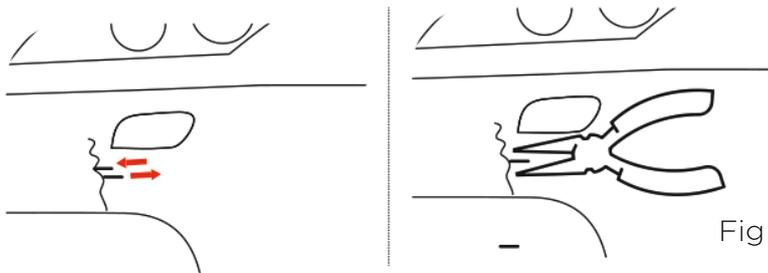

Fig 3
4. Couper la partie exposée de l'agrafe ou la déplacer d'avant en arrière avec les mains jusqu'à ce qu'elle se brise (Fig 3).
4. Cut the exposed part of the staple or move it back and forth with your hands until it breaks (Fig 3).